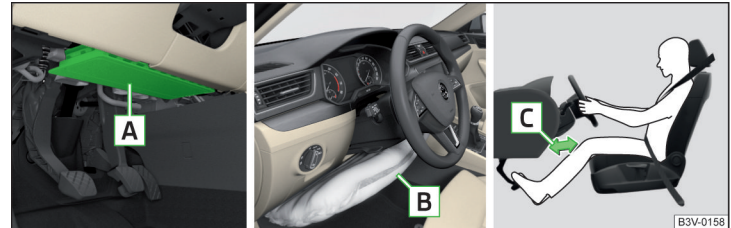

Abb. 10 Einbauort des Airbags / Gasgefüllter Airbag / Sicherer Abstand der Beine zur Schalttafel
Der Fahrer-Knieairbag **A** ist im unteren Teil der Schalttafel unter der Lenksäule untergebracht » Abb. 10.
- Den Fahrersitz in Längsrichtung so einstellen, dass der Abstand der Beine **C** zur Schalttafel im Bereich des Knieairbags mindestens 10 cm beträgt » Abb. 10. Falls es aus Gründen der Körpergröße nicht möglich sein sollte, diese Bedingung zu erfüllen, dann ist ein Fachbetrieb aufzusuchen.